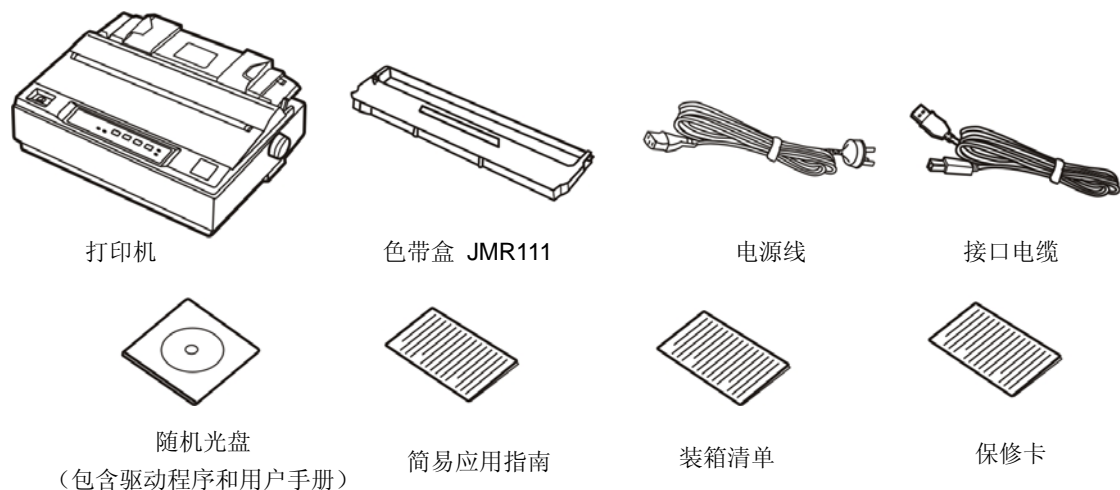

图 1-1 打印机及其附件
在打印机包装箱内，应具有以下各项：(1) 打印机；(2) 色带盒 JMR111；(3) 电源线；(4) 接口电缆；(5) 随机光盘；(6) 简易应用指南；(7) 装箱清单；(8) 保修卡（如图 1-1 所示）。如有遗漏，请向有关经销商联系。